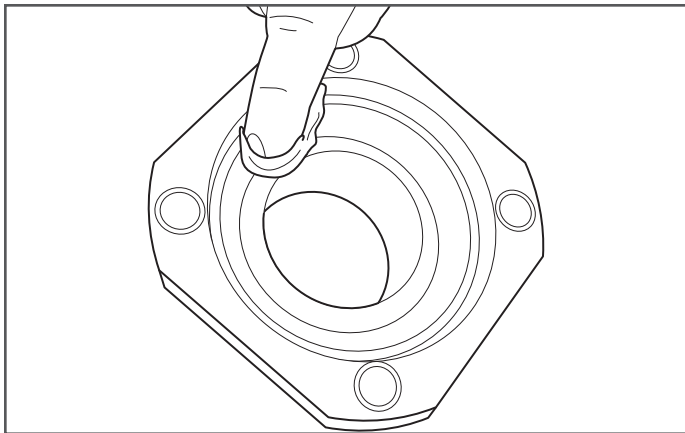

Figure 9-10
10. Utilisez de la graisse de roulement ou de la graisse au lithium propres pour recouvrir la surface intérieure de l'adaptateur avant du raccord DoubleTrac® (Figure 9-10).